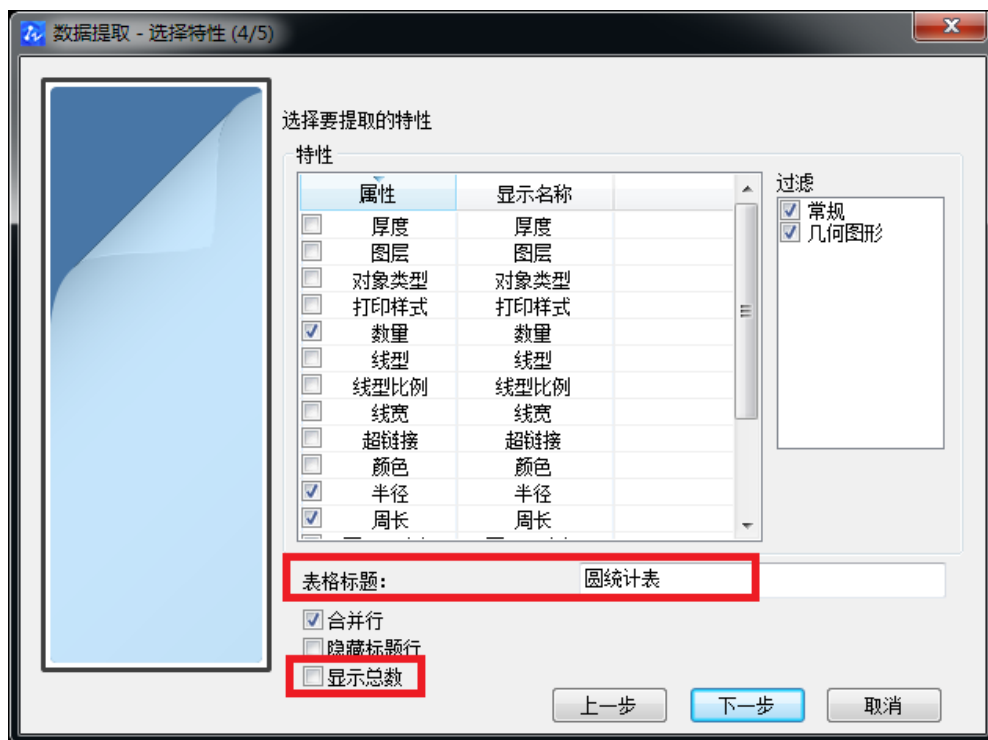

图 9-40 “数据提取-选择特性”对话框
d) 在“数据提取-选择特性”对话框中，显示所有“圆”对象的特性，如图 9-40 所示。只保留“数量”、“半径”、“周长”、“图层”、“直径”、“面积”这 5 项。输入表格标题“圆统计表”，如果不需要统计总数，可以取消勾选“显示总数”项，再点【下一步】按钮。